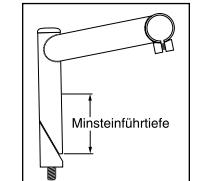

Abb.1
- Bevor Sie die XL am Fahrrad montieren, überzeugen Sie sich, daß die Gabel mit dem richtigen oberen Gabelkopf geliefert worden ist. Auf Abb. 1 sehen Sie die verschiedenen oberen Gabelköpfe, die es für die XL gibt. Dort sehen Sie auch, wie Sie die Verwindungstiefe der Gabel optimieren können, indem Sie den oberen Gabelkopf richtig auswählen und richtig ausrichten.